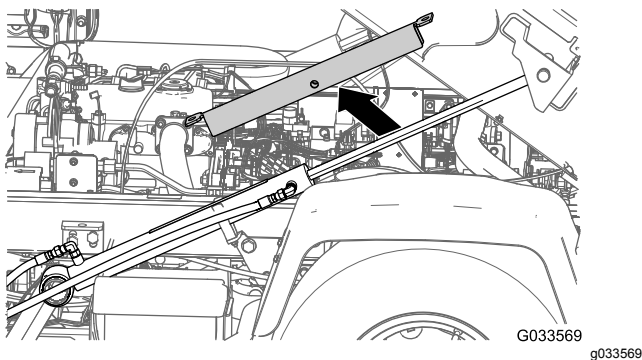
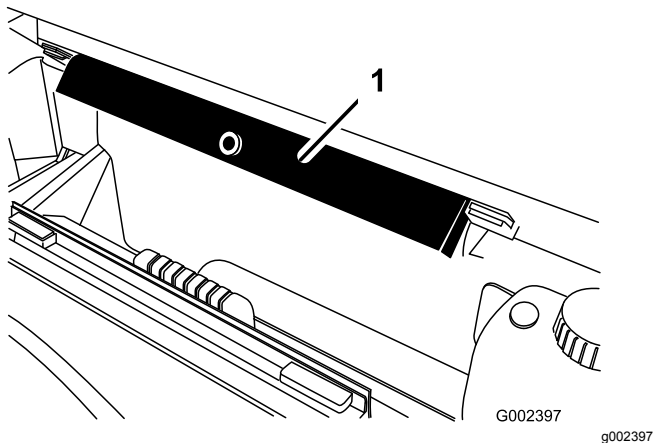

Figura 34
Figura 35
2. Remova o apoio da plataforma do cilindro de elevação e guarde-o nos suportes de armazenamento na parte de trás do painel do ROPS (Figura 34 e Figura 35).